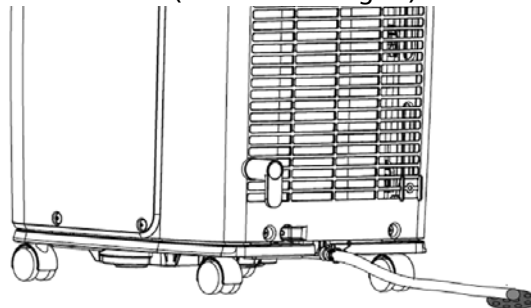

Abbildung 23
- 5** Um das Kondenswasser abzulassen, nehmen Sie den Schlauch aus dem Halter und lassen Sie das Kondenswasser in einen Abfluss oder Sammelbehälter ablaufen (siehe Abbildung 23).